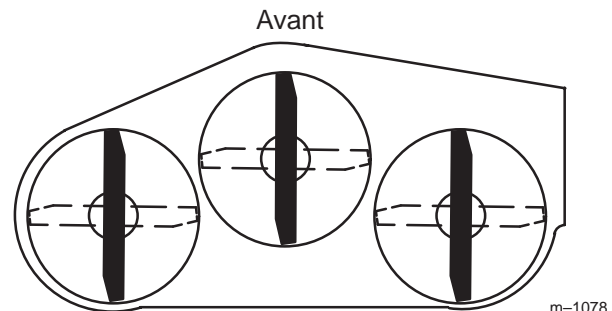
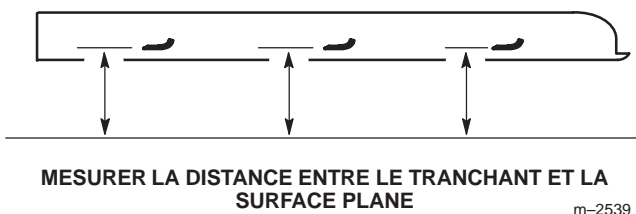

Figure 34
Figure 35
1. Tournez les lames pour qu'elles soient toutes dirigées dans le sens longitudinal (Fig. 34). Mesurez la distance entre la surface plane et le tranchant des lames (Fig. 35) et notez cette valeur.